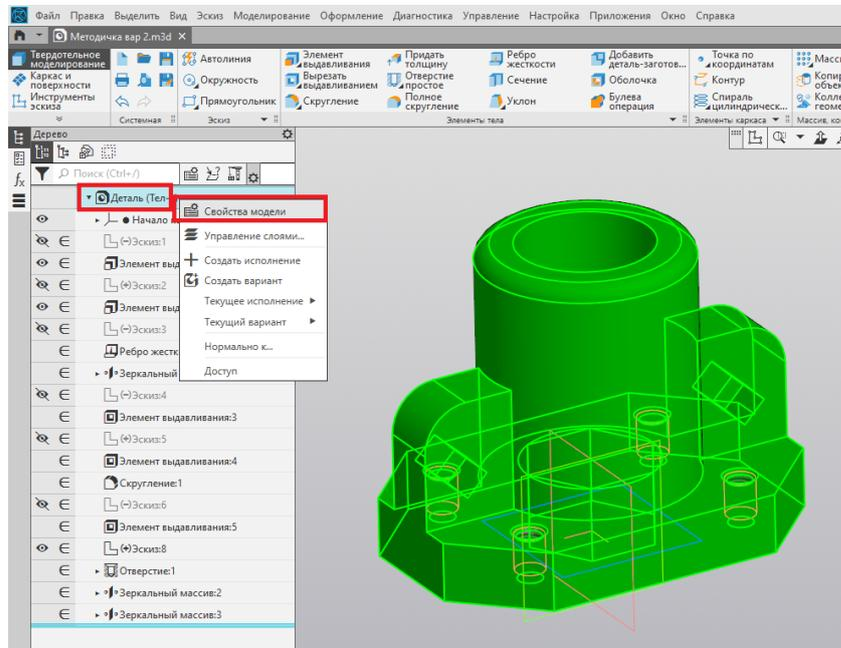

Рис. 117
1. Для задания материала нажимаем правой кнопкой мыши в дереве построений на позицию «Деталь» и заходим в свойства модели (рис. 117).